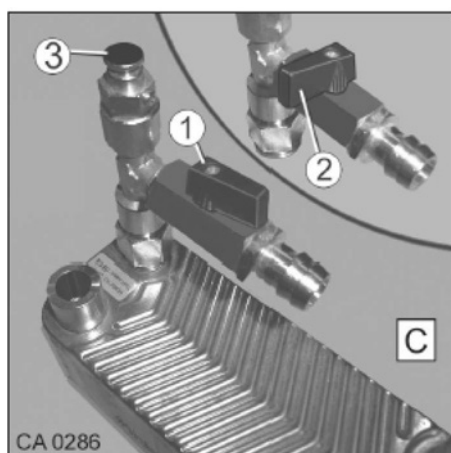

Fig. 170 Échangeur thermique moteur
1. Ouvrir la soupape de purge au moyen de la vis de purge (Fig. 170/3) et la laisser ouverte jusqu'à ce que plus d'air n'en sort.
1. Mode Hiver : Ouvrir la vanne de sectionnement du circuit (Fig. 170/1).
2. Mode Été : Fermer la vanne de sectionnement du circuit (Fig. 170/2).